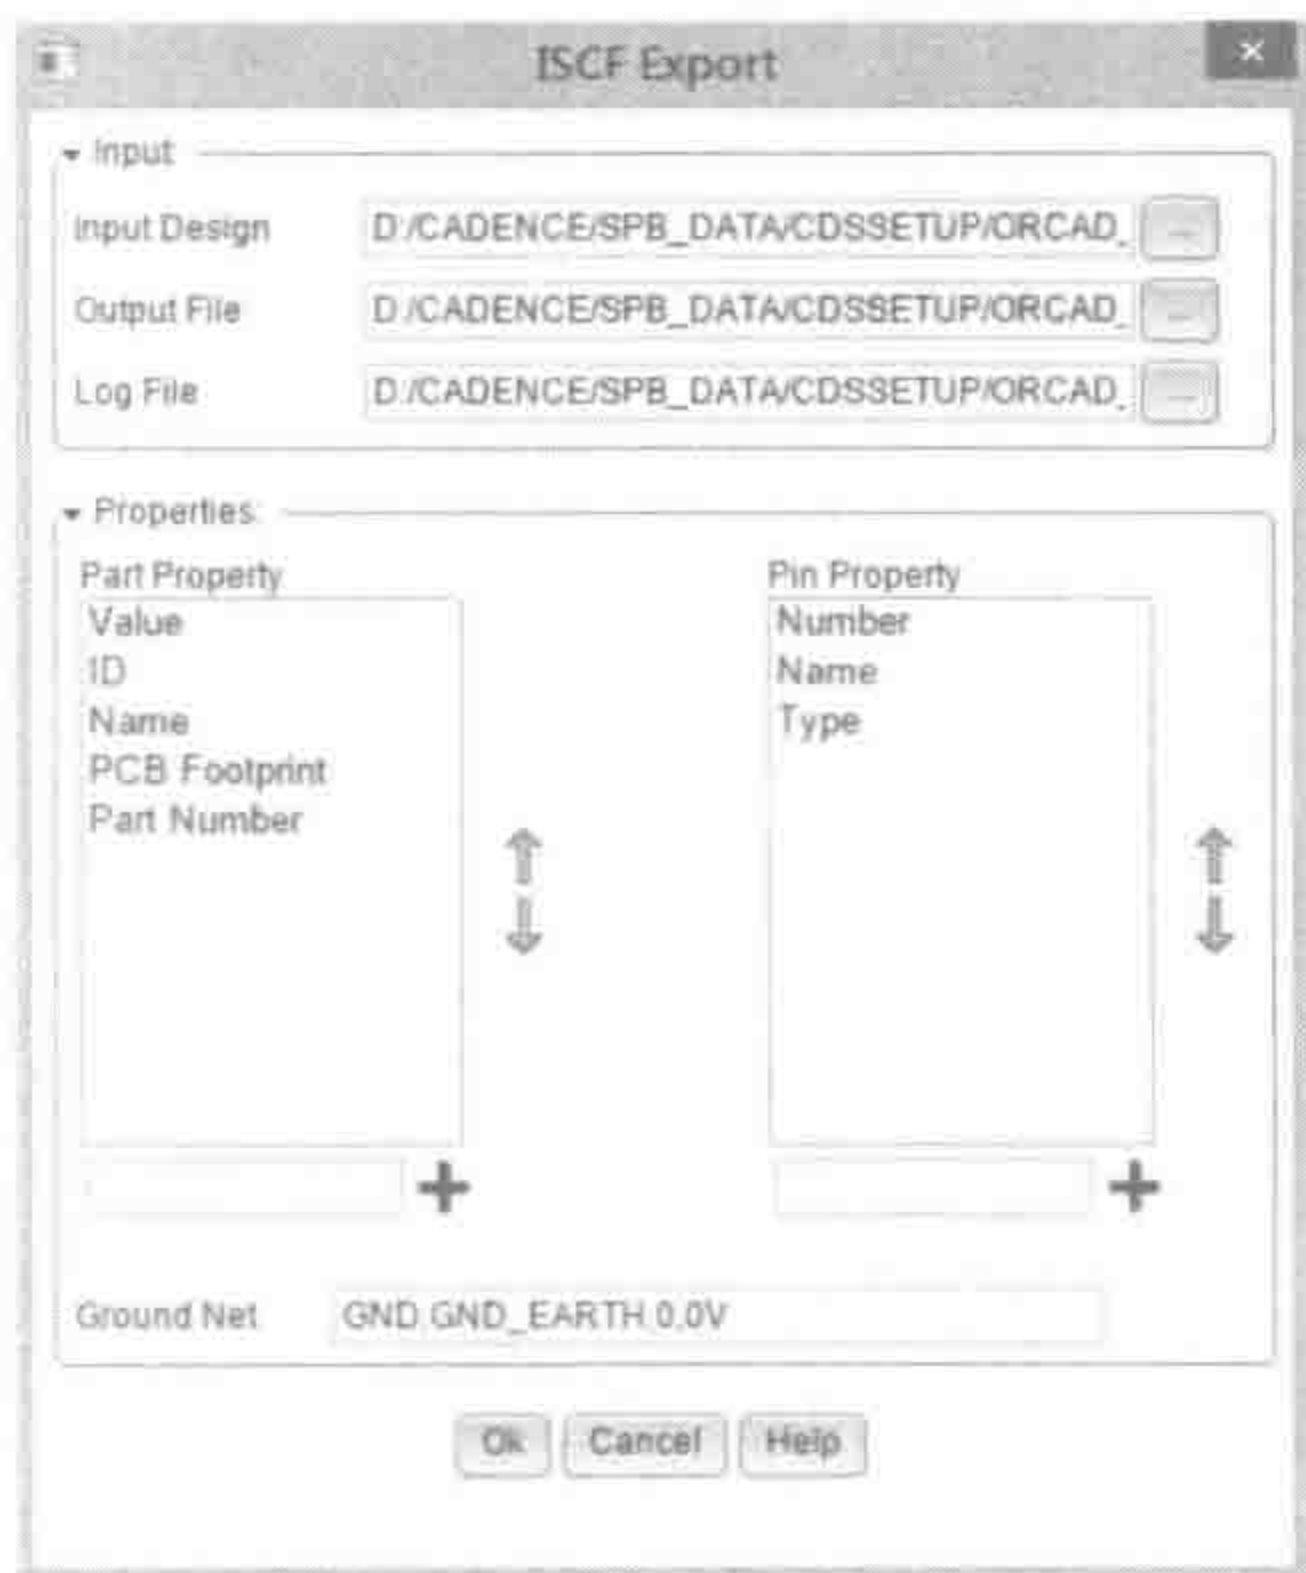

图 1-4-6 “ISCF Export”界面
6) **Intel Schematic Export Format (ISCF) 格式输出** OrCAD Capture 可以使用命令“File”→“Export”→“ISCF”将电路图零件、Pin 脚属性和接地信号输出为 Intel Schematic Export Format (ISCF) 格式, 此格式可以通过用户接口设定零件或零件 Pin 脚属性的输出。输出后这些设定将被存档于 Capture.ini 档案中以便于下次使用, 不需要重新设定, 如图 1-4-6 所示。